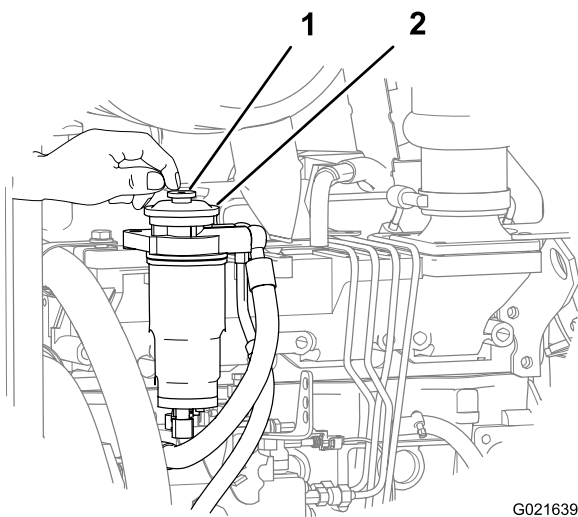

Figure 127
6. Localisez le bouton d'amorçage au sommet de l'adaptateur du filtre à carburant secondaire (Figure 127).
7. Appuyez brièvement sur le bouton d'amorçage plusieurs fois jusqu'à ce que vous sentiez une résistance lorsque vous enfoncez le bouton (Figure 127).